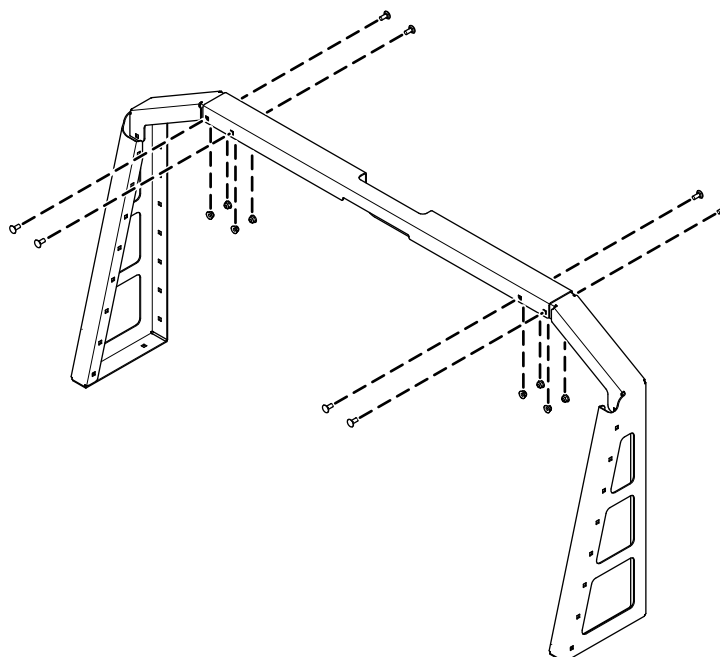

Figure 1
1. Fixez légèrement le rack gauche et le rack droit à la barre centrale à l'aide de 8 boulons de carrosserie (5/16" x 3/4") et 8 contre-écrous (5/16"), comme montré à la Figure 1.